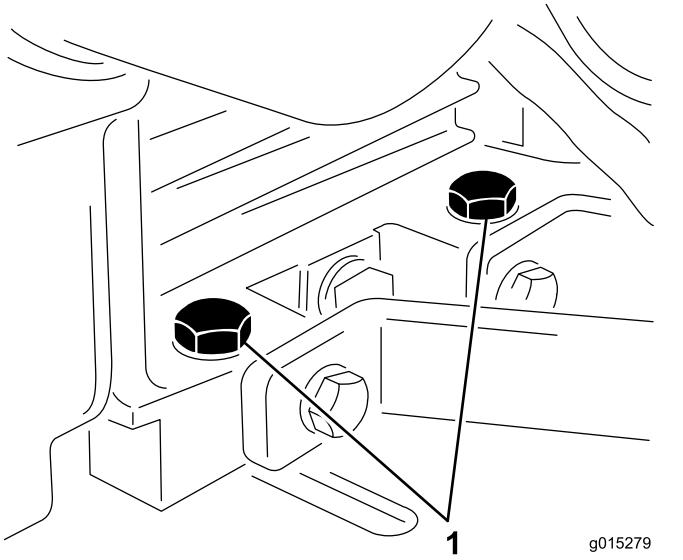

Рисунок 21
- Ослабьте болты крепления двигателя (Рисунок 21).